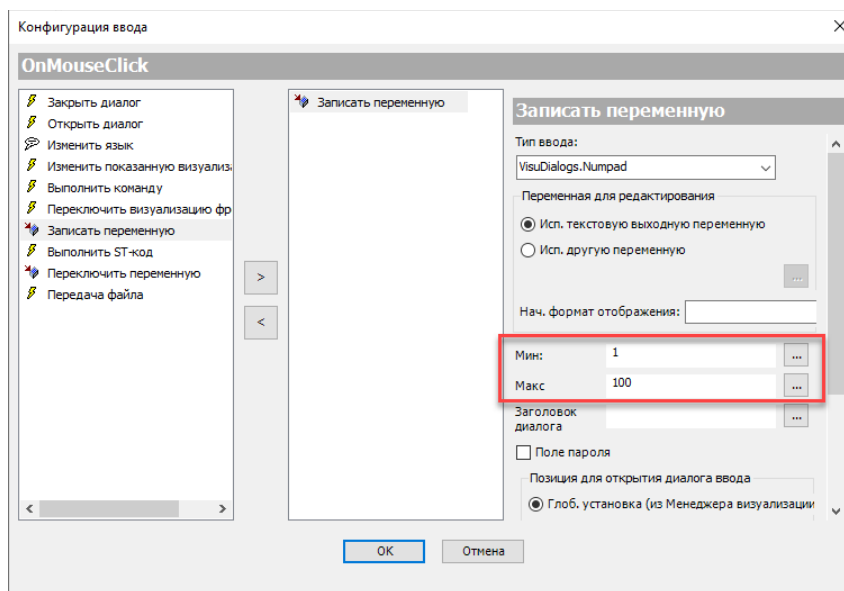

Рис. 4.1.3. Ограничение вводимых в визуализации значений
- если значение делителя вводится через визуализацию – то можно ограничить диапазон доступных для ввода значений в настройках элемента (рис. 4.1.3);